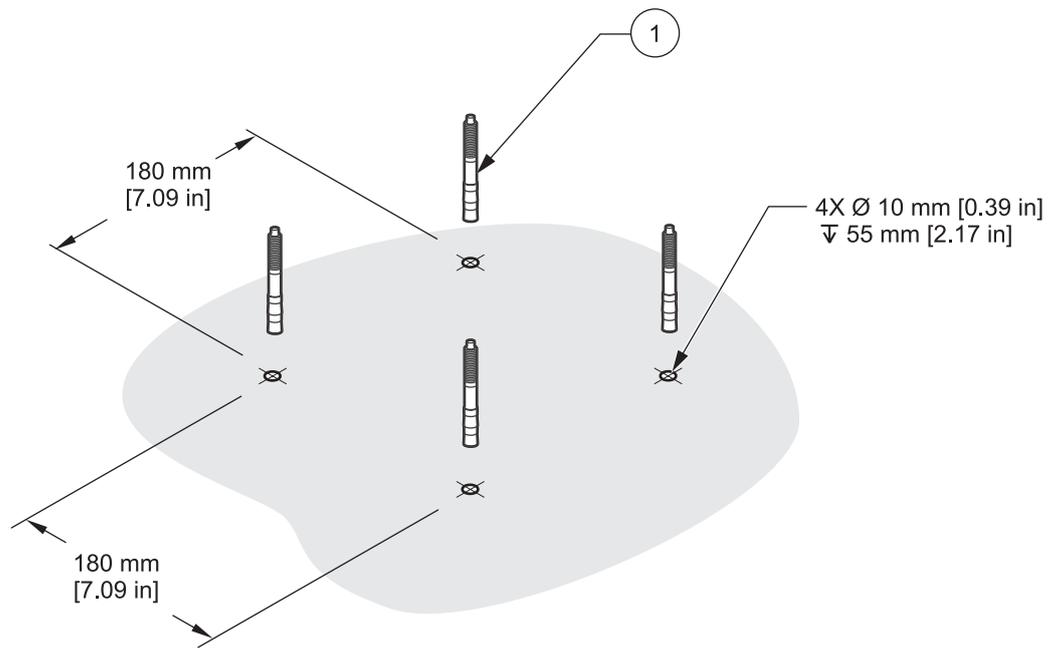

Abbildung 6 Montage der Expressanker
- a. Bohren Sie dazu die Löcher (siehe Abbildung 6 auf der Seite 8) und setzen Sie die Expressanker ein.